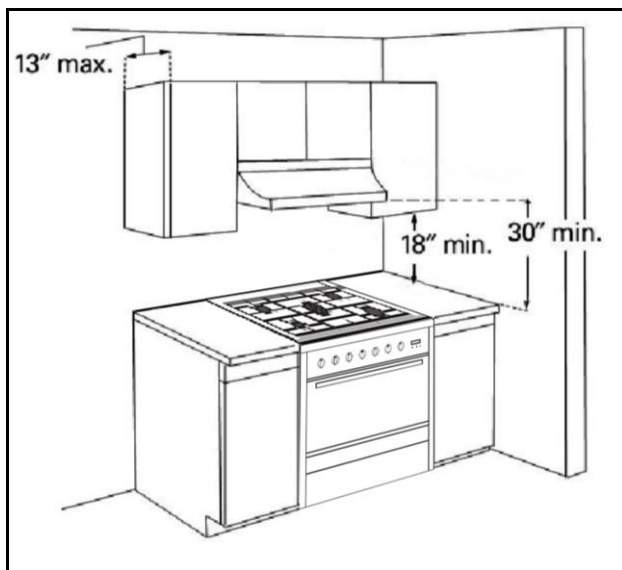

Figure 1
-  Afin d'éliminer les risques de brûlures ou d'incendie par l'atteinte d'unités de surface trop chauffées, l'espace pour des armoires de rangement situées au-dessus des unités de surface doit être laissé libre. Si vous devez y installer des armoires de rangement, le risque peut être réduit en installant une combinaison d'une hotte ou d'une hotte micro-onde avec un minimum de 400 pieds cubes à la minute et s'étendant horizontalement sur un minimum de 12,7 cm (5 po) au-delà du bas des armoires. (Voir la figure 1)
- **⚠** Si une hotte de cuisine est installée au-dessus de l'appareil, veuillez maintenir un espace libre minimum de 76 cm (30 po) entre la surface de cuisson et le bas de la hotte de cuisine. La hotte de cuisine doit être reliée directement aux conduits d'évacuation de la fumée ou à l'extérieur. (Voir la figure 1)
- **⚠** Si possible, veuillez éviter de placer des armoires directement au-dessus de l'appareil. Si vous utilisez des armoires au-dessus de la surface de cuisson, veuillez utiliser des armoires avec une profondeur moindre que 33 cm (13 po). Veuillez vous assurer que les revêtements muraux, le revêtement de comptoir et les armoires autour de l'appareil peuvent supporter une chaleur jusqu'à 93 °C(200 °F) générée par l'appareil. (Voir la figure 1)
- **⚠** Les dimensions d'ouverture de l'armoire qui sont indiquées doivent être utilisées. Les dimensions données sont l'espace libre minimum. (Voir la figure 1)
- **⚠** Les zones de travail près du fourneau de cuisine doivent avoir un espace libre minimum de 45,7 cm (18 po) entre le revêtement de comptoir et le bas de l'armoire. (Voir la figure 1)
revêtement de comptoir et les armoires autour de l'appareil peuvent supporter une chaleur jusqu'à 93 °C(200 °F) générée par l'appareil. (Voir les figures 1 et 2)
- **⚠** Les dimensions d'ouverture de l'armoire qui sont indiquées doivent être utilisées. Les dimensions données sont l'espace libre minimum. (Voir les figures 1 et 2)
- **⚠** Les zones de travail près du fourneau de cuisine doivent avoir un espace libre minimum de 45,7 cm (18 po) entre le revêtement de comptoir et le bas de l'armoire. (Voir les figures 1 et 2)